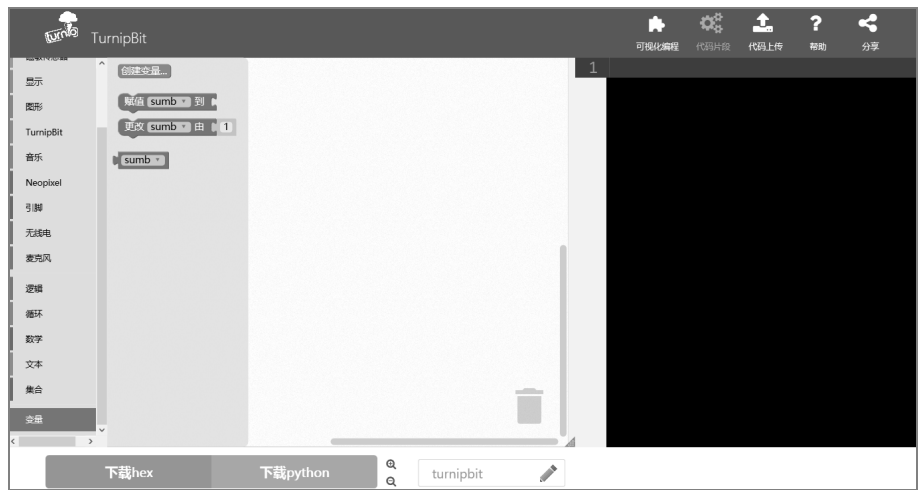

图 4-2 拼插创建变量
① 定义变量 `sumb`。点击块选择区中的“变量”，选择“创建变量”，在输入框中输入“`sumb`”，如图 4-2 所示。